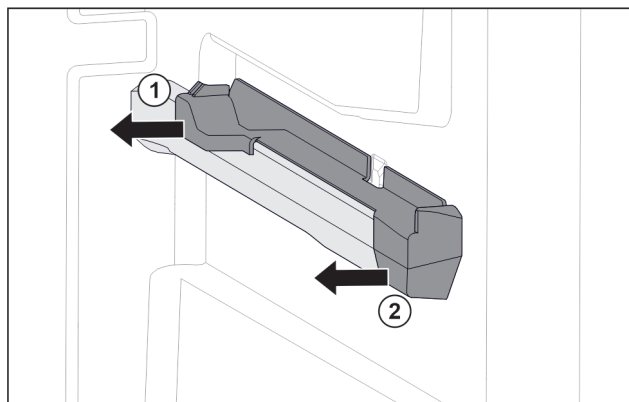

Fig. 31 Násuvný diel na pravom rebro nádoby
- Stiahnite násuvný diel vzadu do strany. Fig. 31 (1)
- Stiahnite násuvný diel vpredu do strany. Fig. 31 (2)